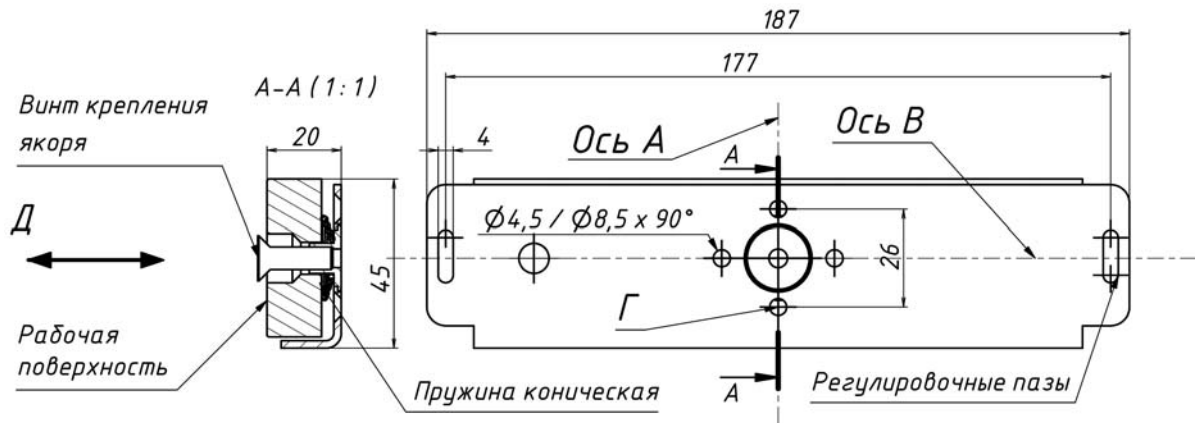

Рис.3 Якорная часть замка варианта «Н».
5.6 Якорная часть замка разборная и состоит из пластины крепления якоря (14), конической пружины (13), якоря (12) и регулировочного винта (16). Пружина обеспечивает необходимый люфт якоря на пластине. Крепление якоря на пластине выполняется регулировочным винтом (16). Под регулировочный винт в двери необходимо просверлить отверстие диаметром 8-10мм на глубину 10мм. Винт позволяет производить регулировку положения якоря в направлении Д (рис. 3, 4). Поворот винта на один оборот перемещает якорь на 1мм. Для вращения винта используется шестигранный ключ из комплекта поставки. Максимально допустимое перемещение якоря за счет винта не более 3мм.
5.7 В процессе монтажа якорная и корпусная части замка должны быть совмещены в продольном и поперечном направлении, до совпадения осей А и В. Положение осей показано на рисунках 2, 3 и 4. Для обеспечения совмещения частей замка в поперечном направлении предусмотрены регулировочные овальные пазы в пластине крепления якоря (14) (рисунок 3 и 4), через которые осуществляется предварительный монтаж якорной части. Окончательное закрепление пластины (после совмещения осей) осуществляется четырьмя саморезами (или винтами) через отверстия Г (рисунок 3 и 4).